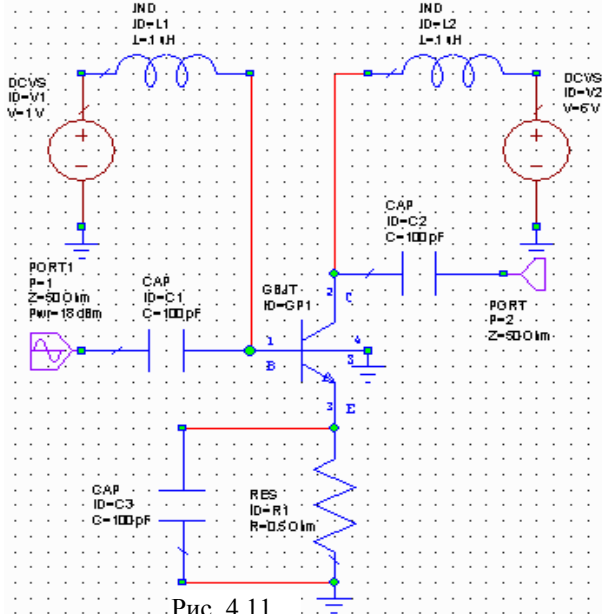

Рис. 4.11
1. Дважды щёлкните левой кнопкой мышки по группе **Ports** в окне просмотра элементов, чтобы развернуть её. Щёлкните левой кнопкой мышки по подгруппе **Harmonic Balance** в группе **Ports**. Доступные модели портов отображаются в нижней части левого окна. Нажмите левой кнопкой мышки на модель **PORT1** и, не отпуская кнопки мышки, перетащите её в окно схемы. Отпустите кнопку мышки, подключите элемент к левой клемме элемента **CAP ID=C1**, как показано на рис. 4.11, и щёлкните левой кнопкой мышки, чтобы зафиксировать порт.
курсор в окно схемы, щёлкните правой кнопкой мышки два раза, чтобы повернуть порт, подключите его к правой клемме выходного конденсатора **CAP ID=C2**, как показано на рис. 4.11, и щёлкните левой кнопкой мышки, чтобы зафиксировать порт.